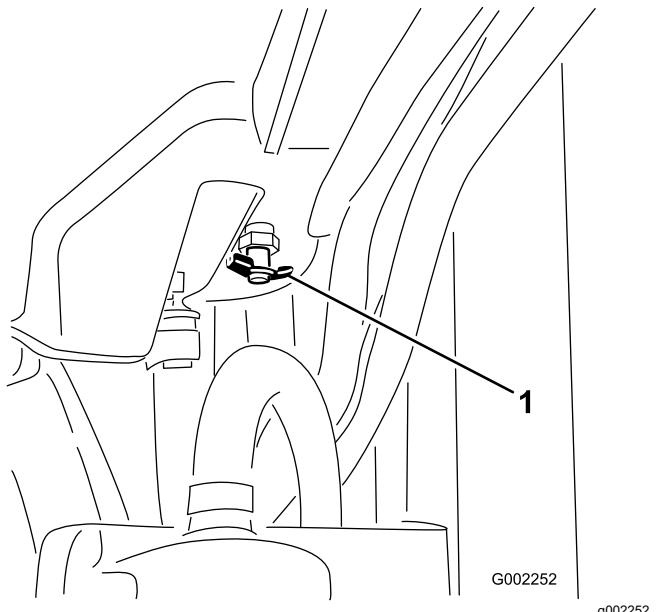

Bild 101
4. Öffnen Sie das Ablassventil und lassen Sie das Kühlmittel in die Wanne ablaufen (Bild 101).
5. Schließen Sie das Ablassventil (Bild 101).